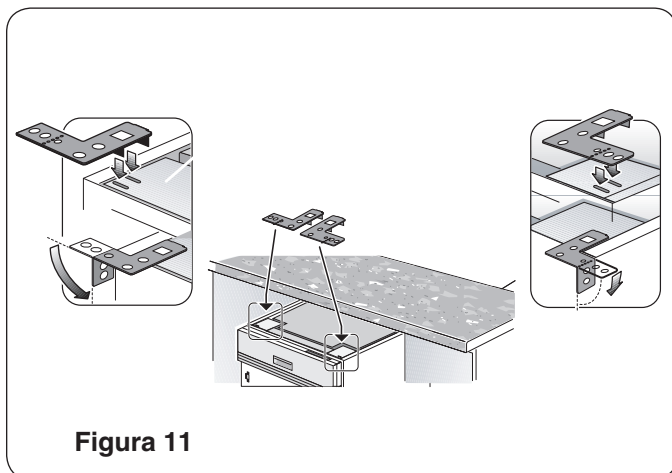

Figura 11
- 2 Se usa el **montaje lateral** para cubiertas hechas de mármol, granito u otros materiales muy duros que son difíciles de perforar. Doble los soportes de montaje a lo largo de los orificios pequeños y en la misma dirección que las dos lengüetas pequeñas. Posicione los soportes de montaje como se muestra en la **Figura 11**, y posicione las dos lengüetas pequeñas en los soportes de montaje encima de las dos ranuras en las esquinas delanteras de la lavavajillas. Oprima firmemente hacia abajo los soportes de montaje para insertar las lengüetas en las ranuras.